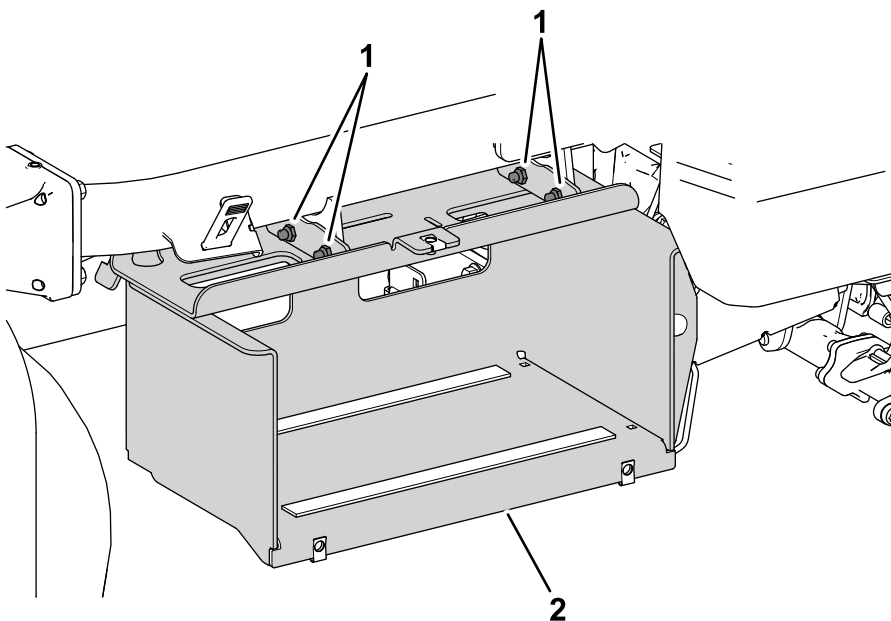

Figura 4
3. Remova as ferragens (Figura 4) que prendem o tabuleiro da bateria lateral à estrutura da máquina.